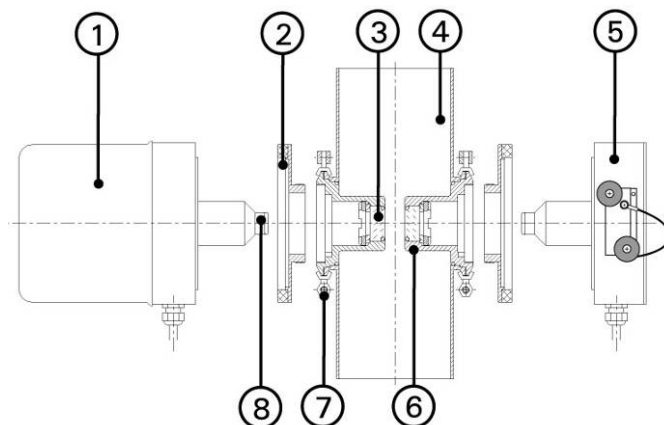

Abbildung 7 : Querschnitt ColorPlus 2
Das ColorPlus 2 wird für den Einbau in ein In-Line-Gehäuse beidseitig mit einer Pfadlängenverkürzung (Abbildung 7, Pos. 6) geliefert. Die Pfadlängenverkürzungen (OPL-Bits) mit Messzellenfenster (Abbildung 7, Pos. 3), der jeweils zugehörige Flutschutz (Abbildung 7, Pos 8) und der Ringadapter (Abbildung 7, Pos. 2) werden bereits werkseitig dem Kundenbedürfnis entsprechend eingebaut.
1.	Den kompletten Sender respektive den Empfänger in die Aufnahme des In-Line-Gehäuses einführen. 1 Die Nut (X) am Sender und Empfänger muss bei der Montage nach vorne zeigen.
2.	Den Sender respektive Empfänger mit dem Klappring (Abbildung 7, Pos. 7) lose am In-Line-Gehäuse positionieren und mit der Mutter (A) festziehen.